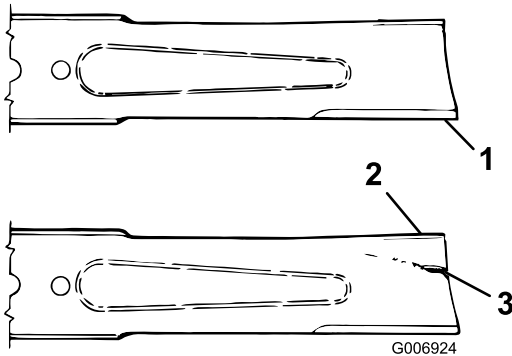

Figure 67
3. Examinez attentivement les tranchants de la lame, particulièrement au point de rencontre de la partie plane et de l'ailette (Figure 67).
4. Remplacez la lame si elle est usée (Figure 67) ; voir Entretien du plan de la lame (page 59).
Si la lame est trop usée, une entaille se forme entre l'ailette et la partie plane (Figure 67). La lame peut alors se briser et un morceau être projeté du dessous de la machine, vous blessant gravement ou une personne à proximité.